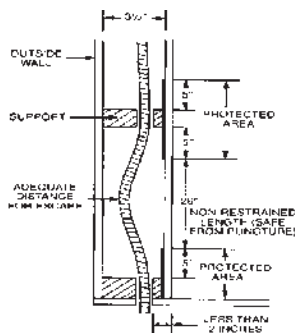

Figure 4.13 Vue de dessus d'une conduite horizontale non soutenue
1. Aux points de support et au niveau des zones de pénétration situées à moins de 5,1 cm (2") de tout bord d'une poutre, d'un montant, d'une plaque, etc., un blindage est nécessaire au point de support et sur 12,7 cm (5") de chaque côté. Une plaque de protection doit être utilisée à ces emplacements (Figure 4.13)